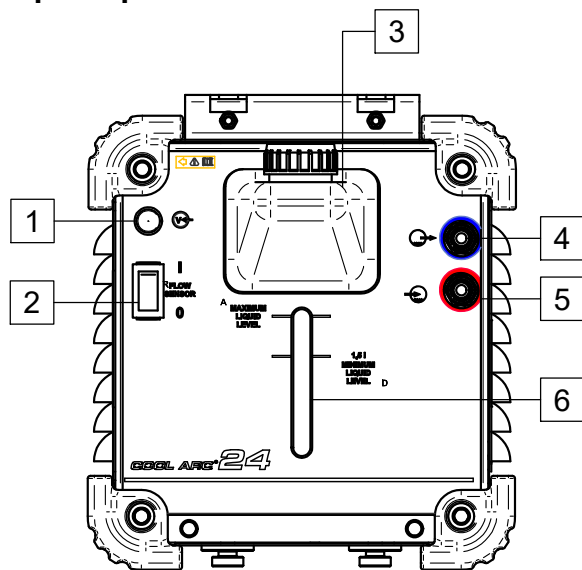

Рисунок 3
- Подсоедините шланги системы охлаждения к впускному штуцеру водоохладителя [5] и выходному разъему [4] (Рисунок 3).